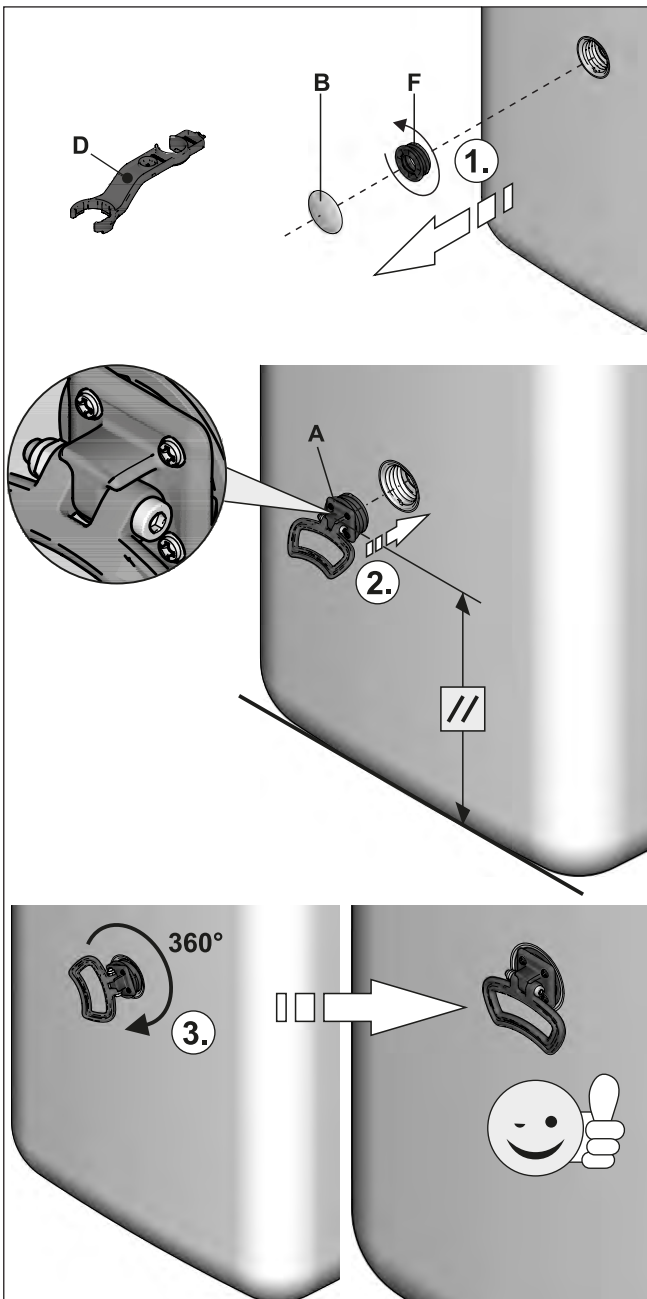

Bild 4-9 Handgriffe montieren (Legende siehe Bild 4-8)
- 2 Am Speicherbehälter die Abdeckblenden (Bild 4-9, Pos. B) abziehen und die Gewindestücke (Bild 4-9, Pos. F) aus den Öffnungen herausdrehen, an welchen die Handgriffe montiert werden sollen.
- 3 Handgriffe (Bild 4-9, Pos. A) in die frei gewordenen Gewindeöffnungen einschrauben.